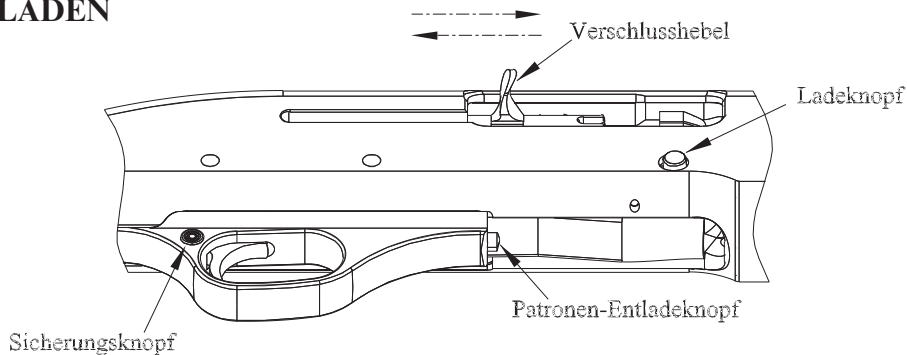

Abb.10
(Abb.10)
- 3) Appuyez sur le bouton de déchargement. Tirez sur le levier de culasse complètement vers l'arrière et appuyez de nouveau sur le bouton de déchargement. Cela permet de décharger les cartouches et d'en charger d'autres. Répétez l'opération jusqu'à ce que toutes les cartouches soient déchargées. Quand toutes les cartouches sont déchargées, le levier de culasse reste à l'arrière de l'arme. Appuyez sur le bouton de chargement et relâchez le levier de culasse (Figure 10).